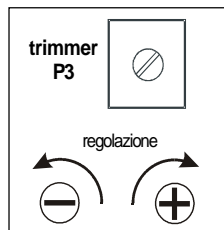
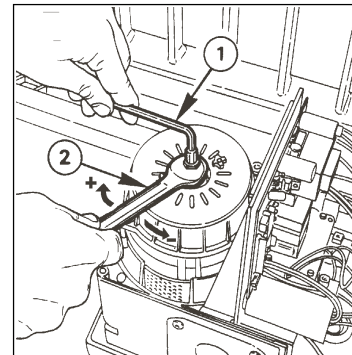

fig. 1
fig. 2
**a** - Regolare al massimo la frizione meccanica (FIG. 2) ed utilizzare la regolazione di coppia elettronica (FIG. 1) - (scelta consigliata).
**b** - Regolare al massimo la regolazione di coppia elettronica (FIG. 1) ed utilizzare la frizione meccanica (FIG. 2).